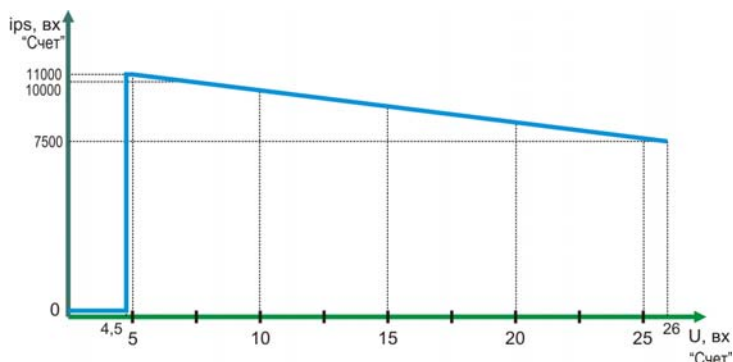

Рисунок 1 – предельно допустимая скорость входящего потока импульсов в зависимости от напряжения импульсов на входе «Счет».
2.8.3 Зависимость предельной скорости счета от напряжения управляющих импульсов, действующих на входе «Счет» представлена рис.1